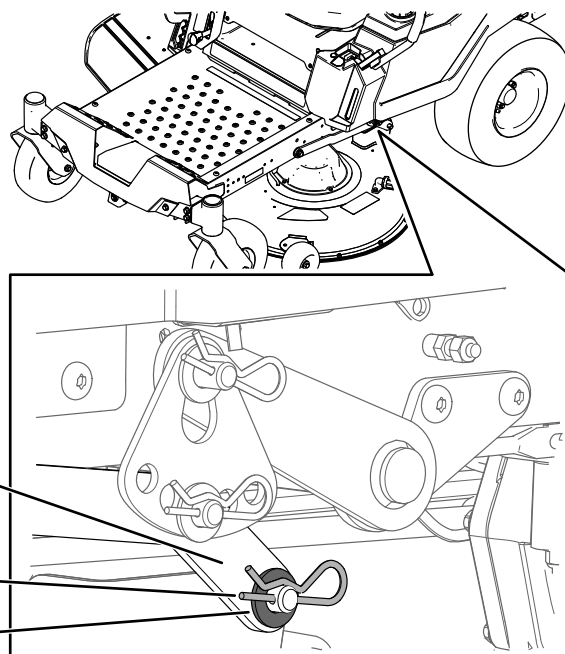

Figura 77
7. Su 1 lato della macchina, togliete la rondella e la coppiglia dal perno del piatto di taglio (Figura 77).
8. Togliete il braccio di sollevamento dal perno del piatto di taglio (Figura 77).
5. Su 1 lato della macchina, sollevate la parte posteriore del piatto di taglio e installate il braccio di sollevamento sul perno del piatto di taglio (Figura 77).
6. Installate il braccio di sollevamento utilizzando la rondella e la coppiglia (Figura 77).